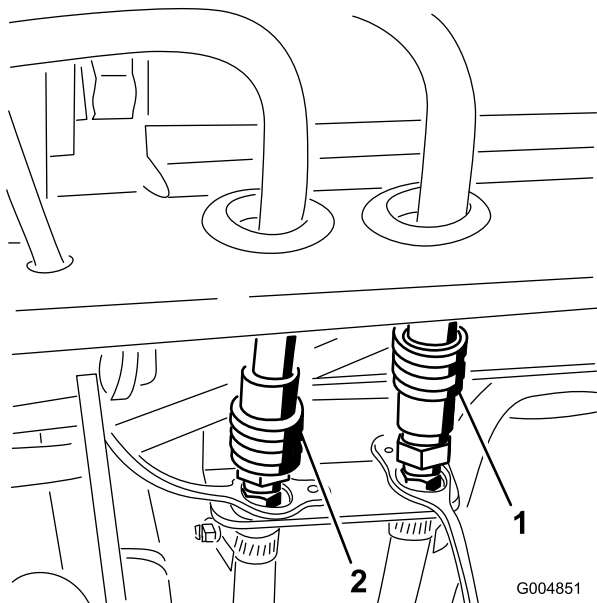

Figure 128
43. Branchez les flexibles de retour et de pression de la cabine aux raccords rapides du support de cadre arrière (Figure 128).